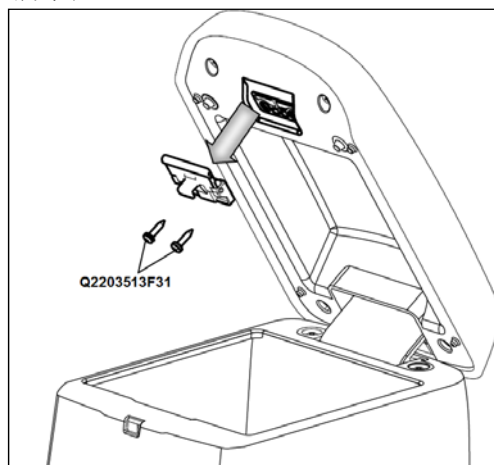

图 1.6.18 中央置物盒弹簧开关机构小总成的拆卸
- 打开扶手至直立状态; 用十字螺丝刀依次松开固定开关机构的两个螺钉(Q2203513T1F31十字槽盘头自攻螺钉和平垫圈组合件), 将开关机构取下。如图1.6.18所示;